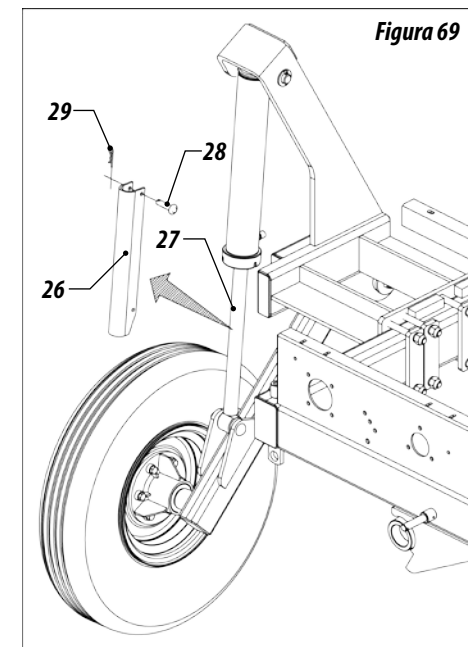

Figura 69
- 16 - Antes de comenzar a transportar la sembradora, coloque la tranca (26) en la barra do pistón (27) del juego de ruedas para transporte, a través del perno (28) y contraperno (29). según Figura 69.